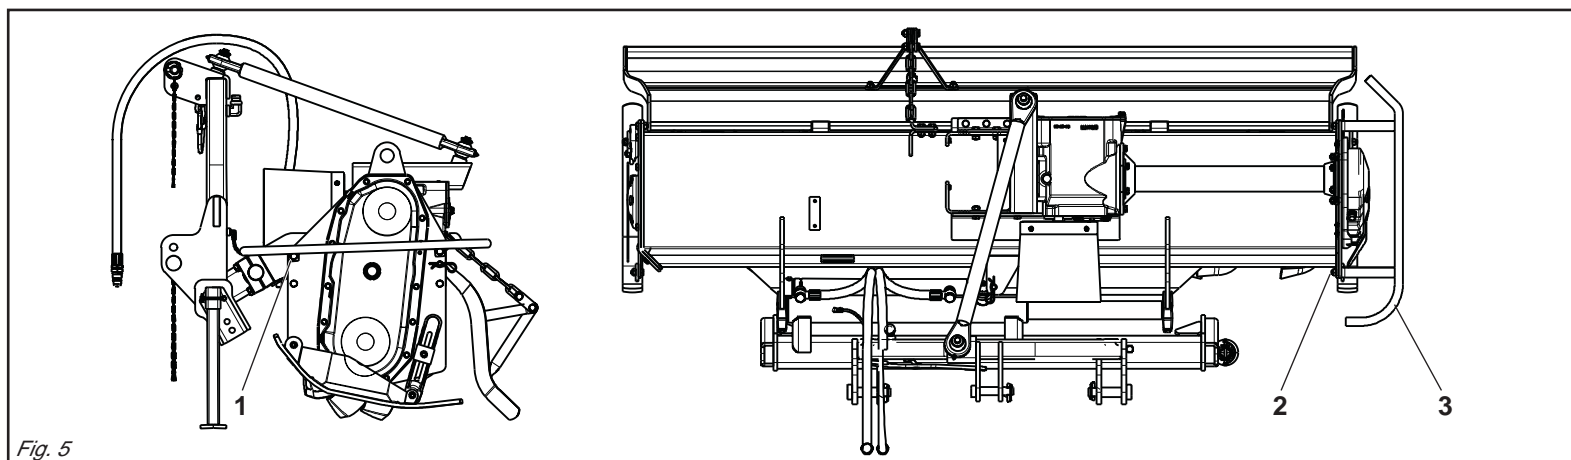

Fig. 5
- Svitare le viti (1 Fig. 5) e i dadi (2 Fig. 5), inserire la protezione (3 Fig. 5) e riavvitare le viti e i dadi secondo le copie di serraggio indicate a pag. 29.
- *Unscrew the screws (1 Fig. 5) and nuts (2 Fig. 5). Now insert the guard (3 Fig. 5) and retighten the screws and nuts with the driving torques listed on page 29.*
- Die Schrauben (1 Abb. 5) und die Muttern (2 Abb. 5) losdrehen, die Schutzvorrichtung (3 Abb. 5) einstecken und die Schrauben und Muttern mit den auf Seite 29 angegebenen Anzugsdrehmomenten anschrauben.
- *Dévisser les vis (1 Fig. 5) et les écrous (2 Fig. 5), monter la protection (3 Fig. 5) et resserrer les vis et les écrous aux couples de serrage indiqués à la page 29.*
- Desenroscar los tornillos (1 Fig. 5) y las tuercas (2 Fig. 5), introducir la protección (3 Fig. 5) y volver a enroscar los tornillos y las tuercas según los pares de torsión que se indican en la pag. 29.